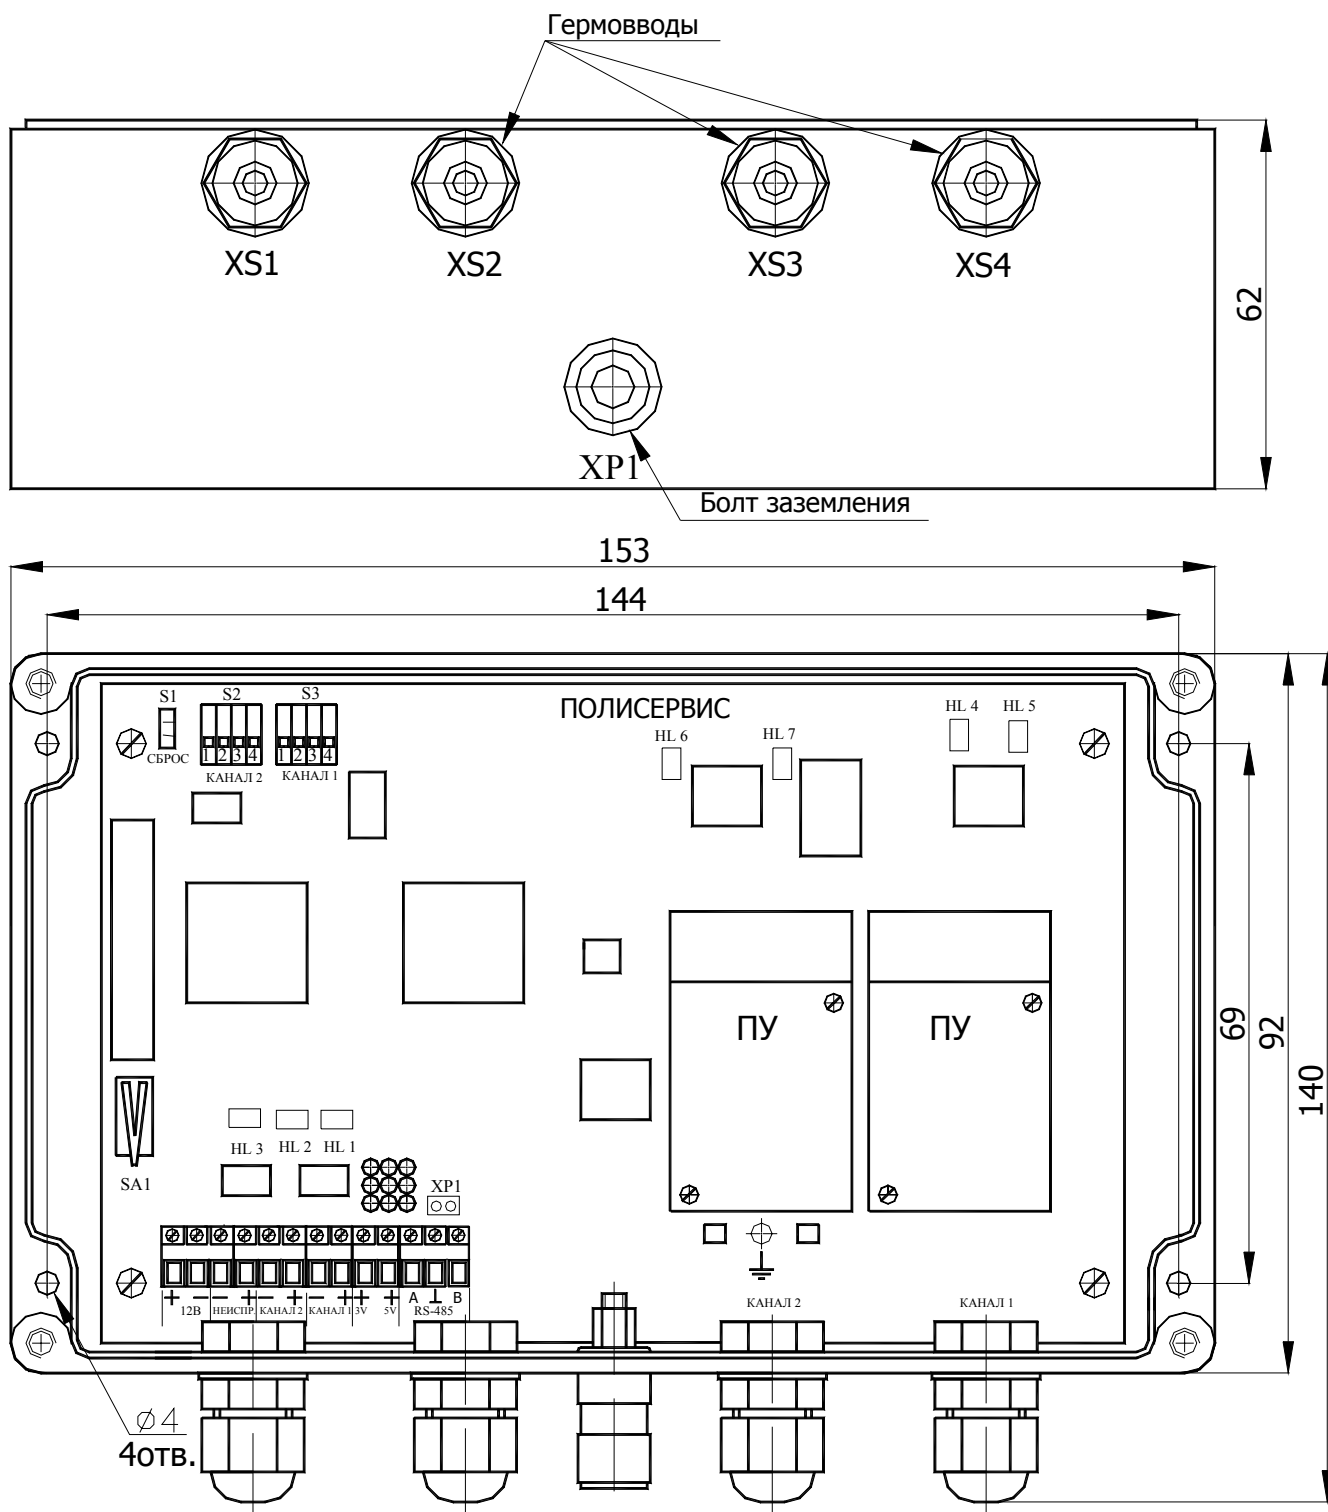

Рис.1 Общий вид БОС.
2.6 Общие виды БОС, УКГ, ВД, УС, ПРД приведены на рис. 1...5 приложения.
3.3 В извещателе предусмотрена настройка плеч подбором параметров обработки путем выбора таблиц настройки, записанных в память БОС. Выбор параметров по каждому плечу производится индивидуально в зависимости от условий эксплуатации, вида ограждения, на котором плечо установлено и типа подключенных датчиков. Выбор номера таблицы осуществляется в двоичном коде переключателями, установленными на плате Блока обработки сигналов. Соответствие номера таблицы параметрам обработки приведено в таблице 1 приложения. Расположение органов коммутации и индикации на плате БОС приведено на рис. 1 приложения.
Настройка параметров обработки сигналов извещателя производится при снятой крышке БОС и включенном питании, напряжение которого контролируется непосредственно на клеммах «**+12В-**» блока (см. рис. 1. приложения).